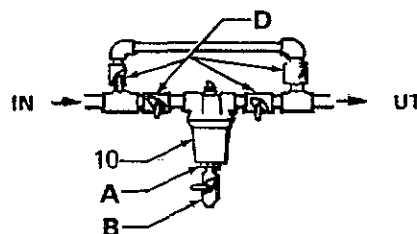

Fig 2
Montera filtret och rör med förbipassering som visas i fig 2. Filtret måste ha en bussning (A) och en avtappningskran (B) i filterhuset (10) för att avlasta färgtrycket och tappa av filtret innan filterhuset tas bort. Montera fyra avstängningsventiler (D), en på vardera sidan av filtrets in- och uttag, en i vardera in- och uttaget i förbiledningen, för att ställa om färgflödet och för att stänga av filtret under rengöringen.